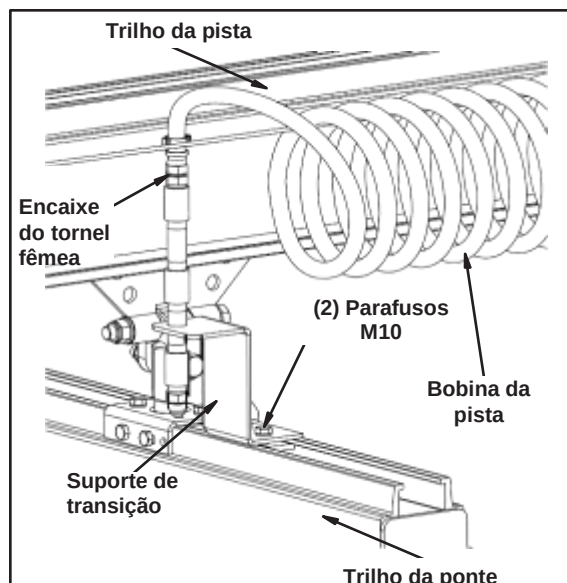

Figura 3-76
- Etapa 1. Fixe o conjunto do suporte de transição ao trilho da ponte. Consulte a Figura 3-76.